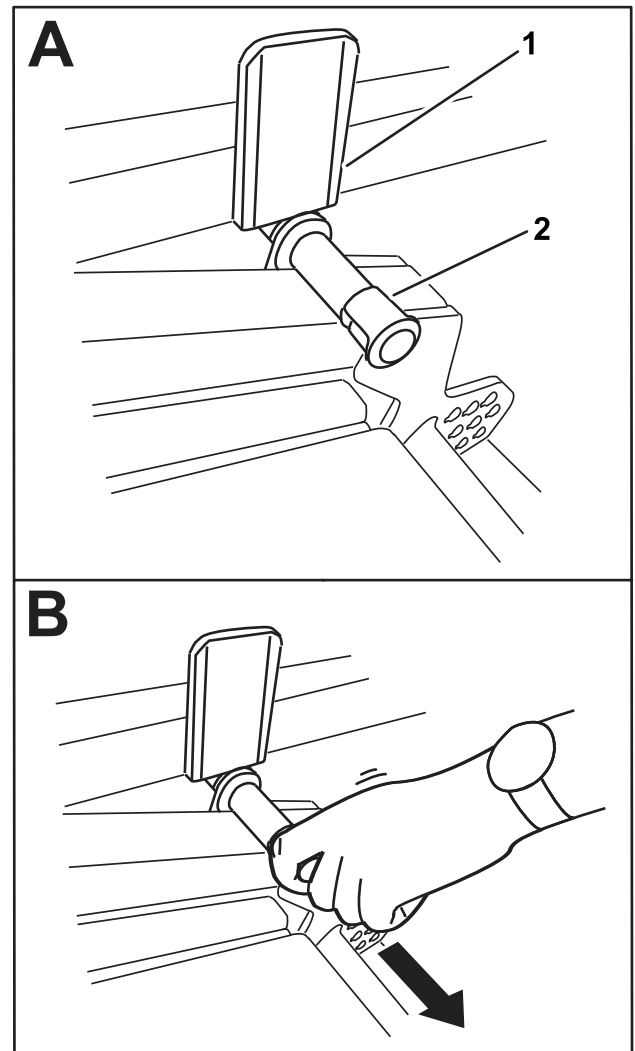

Bild 40
2. Drehen Sie das Mähwerk langsam nach unten, bis der Stift die Hubarmplatte berührt (A in Bild 40).
3. Drücken Sie das Mähwerk mit dem Fuß nach unten und ziehen Sie es dann den Stift heraus (B in Bild 40), um das Mähwerk in die TRANSPORTstellung zu bringen.